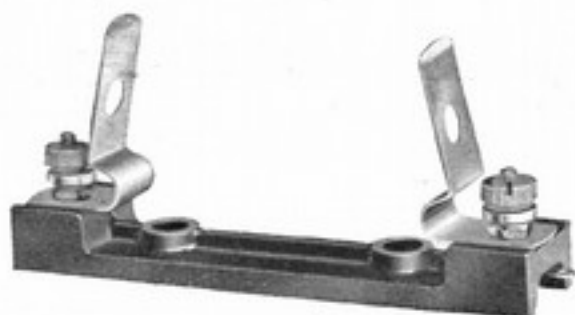

Abb. 3 Klemmhalter
1. Klemmpatrone nach Abb. 1, mit Halter nach Abb. 3